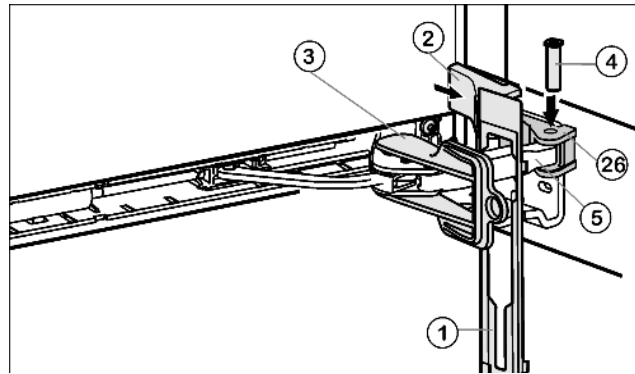

Fig. 13
- ▶ Навесьте накладку Fig. 13 (1) на амортизационную скобу таким образом, чтобы передние защёлки показывали вперёд, а передняя сторона была направлена к устройству.
- ▶ Притяните амортизационную скобу Fig. 13 (5) к опорной детали Fig. 13 (26) и сверху снова вставьте палец Fig. 13 (4) таким образом, чтобы квадратная головка сидела в углублении.
- ▶ Установите и защёлкните крышку Fig. 13 (2).
- ▶ Поворотом снимите фиксатор Fig. 13 (3).
- ▶ Защёлкните накладку Fig. 13 (1) на дверце.